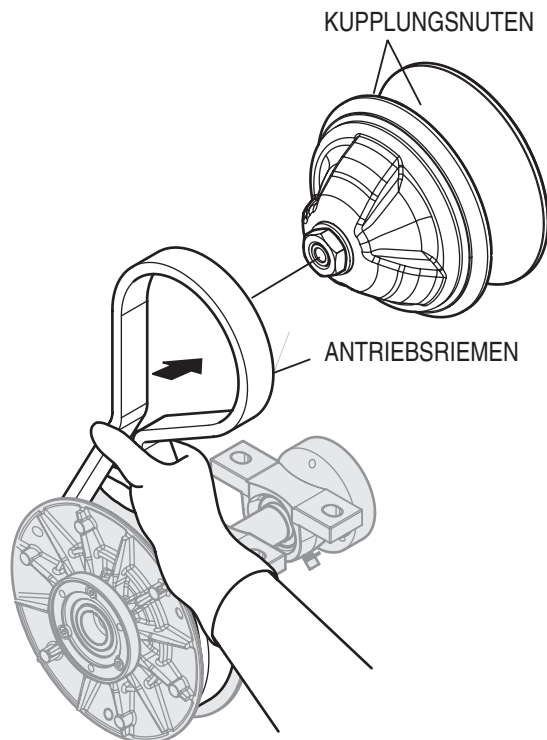

Abb. 20. Einsetzen des Ersatzantriebsriemens in die Kupplungsnuten
- Den Ersatzantriebsriemens in die Kupplungsnuten einsetzen, siehe Abb. 20